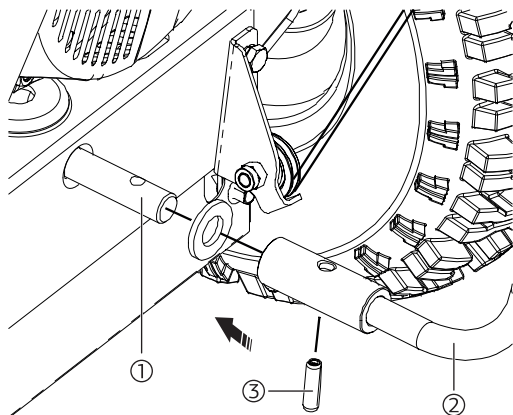

Рис. 5
3. Проденьте через панель и установите рукоятку (2) переключения передач на вал (1), зафиксируйте ее шплинтом (3) (Рис. 5).